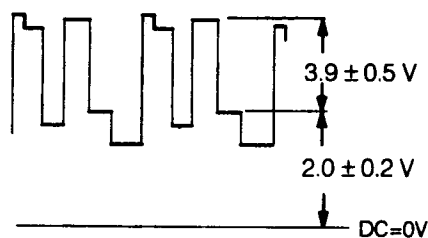

图 1.3.8
- ⑨把示波器接到 TP17 上 (R-输出)。
- ⑩确认图 1.3.8 中的波形调幅： $3.9 \pm 0.5V$ 。
- ⑪按下遥控器上的正常钮，检查一下 CHK 从屏幕上消失。